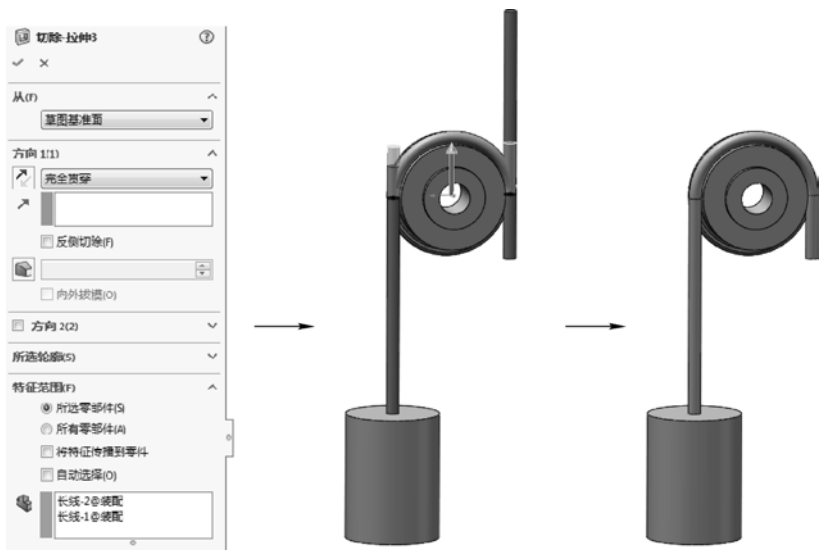

图 5-48 创建拉伸切除特征
STEP 3 在装配环境下，捕捉绳子的下端，执行“完全贯穿”的“拉伸切除”命令，如图 5-48 所示（设置只对长线对象执行“拉伸切除”命令）。